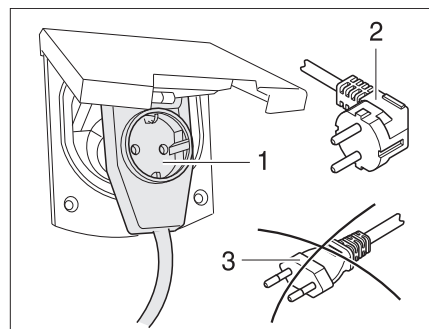

Fig. 172 Raccordement à un adaptateur coudé avec prise de courant
- ▶ Lors de l'utilisation d'un adaptateur coudé CEE 17 muni d'une prise à l'arrière (Fig. 172,1), se servir uniquement d'un connecteur en caoutchouc et scellé IP 44 avec contact de mise à la terre (Fig. 172,2). Ne pas utiliser de connecteur sans contact de mise à la terre (Fig. 172,3). Danger d'électrocution !